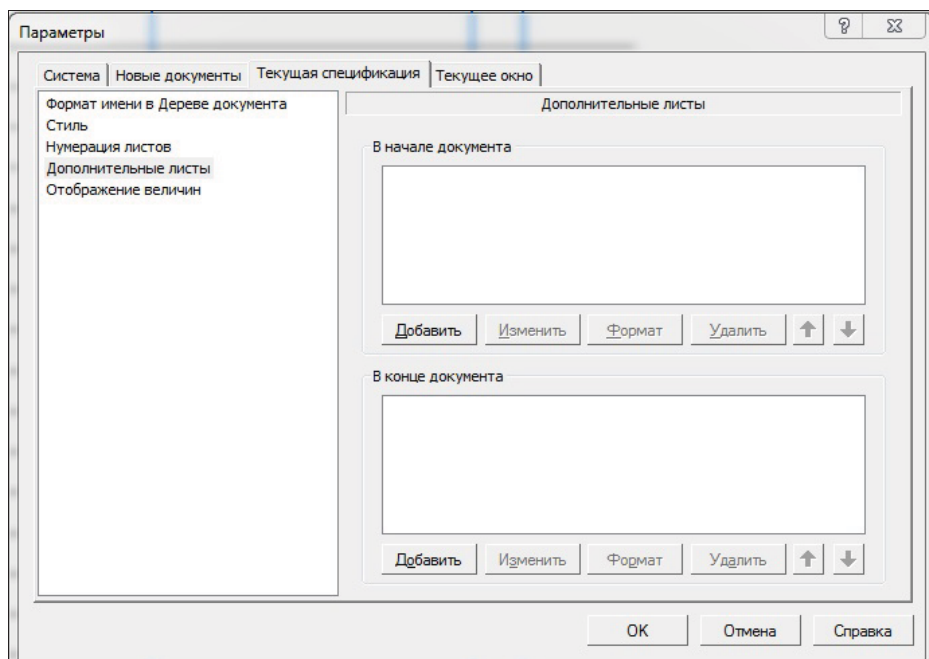

Рис. 15.17. Диалоговое окно **Параметры** с открытой вкладкой **Текущая спецификация** и панелью **Дополнительные листы**
- ◆ щелкните ЛК мыши по пункту **Дополнительные листы**. Вкладка **Дополнительные листы** (рис. 15.17) позволяет создать дополнительные листы в начале и/или в конце документа, выбрать варианты их оформления, формат и порядок следования в документе;